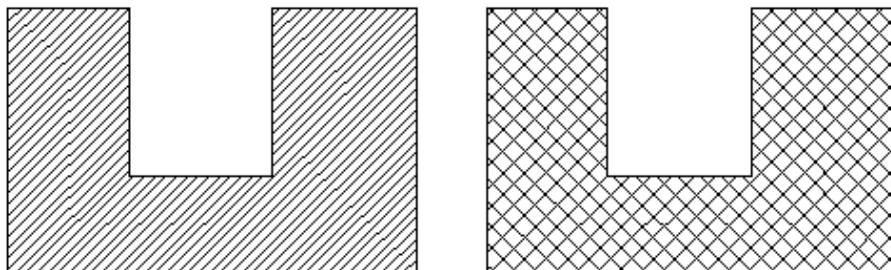

Рис. 8.16. Штриховка области до и после редактирования
Рассмотрим использование команды редактирования штриховки на примере чертежа, изображенного на рис. 8.16. Изменим тип штриховки и ее масштаб. Чтобы изменить свойства штриховки, выполните следующие операции.
3. В диалоговом окне измените тип штриховки **ANSI31** на **ANSI37** и масштаб 1 на 2. Просмотрите изображение с помощью кнопки **Preview** (Просмотр) и выйдите из диалогового окна, щелкнув на кнопке **ОК**. На экране появится исходный контур с измененным типом штриховки и масштабом (рис. 8.16).